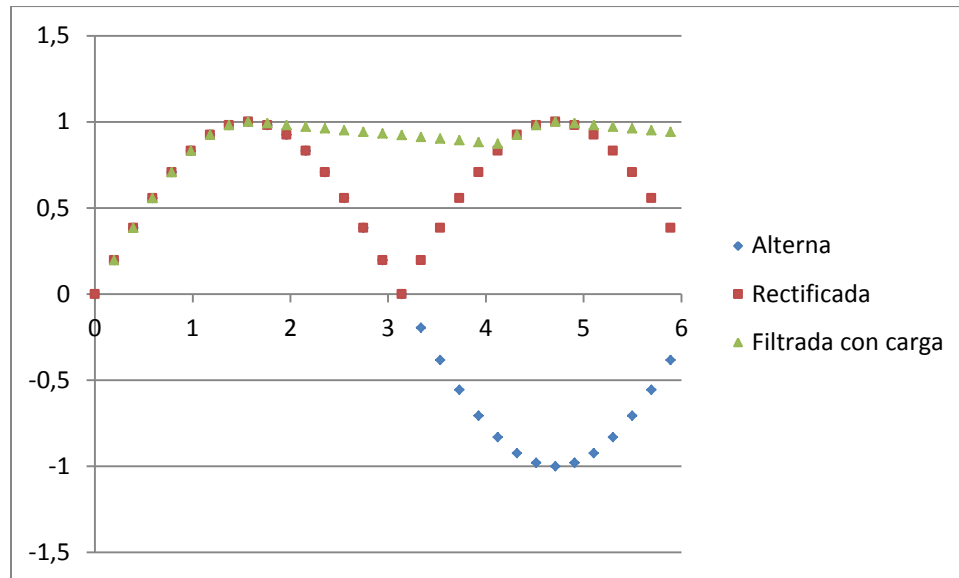

Figura 1: Señal de entrada, rectificadora y filtrada con carga en un rectificador tipo puente de diodos
- c) Quedarse con el valor medio de la señal, que ES la tensión continua que quiero, y eliminar las componentes de alterna. Para esto se usa un capacitor, como se introduce en el punto 4.2. Si a esta “fuente de tensión” no le saco corriente, funciona a la perfección. Si el capacitor tiene un valor “infinito” también. Pero como a las fuentes pretendo sacarle corriente, y además los capacitores son finitos y cuanto mas grande su valor son más grandes físicamente y más caros, se van a generar descargas en el capacitor, o lo que es equivalente va a quedar una componente de “ruido” montado sobre la tensión continua. Este ruido se llama “zumbido”, “risado” o en inglés ripple, y se puede estimar si se conoce el valor del capacitor y el de la resistencia de carga (la carga que se le conecta a la fuente). Si la descarga del capacitor es pequeña en relación con el valor de tensión continua (o la constante de tiempo de descarga del capacitor es relativamente grande con respecto a 50 Hz o 100 Hz, dependiendo si estoy usando un rectificador de media onda o de onda completa), se verá como una recta, como se muestra en la Figura 1.
La pregunta sería, ¿Cuánto variará la tensión sobre RL (carga) si le agrego el circuito del recuadro amarillo de la Figura 1 (resistencia R y zener en inversa) comparada con no ponerla?